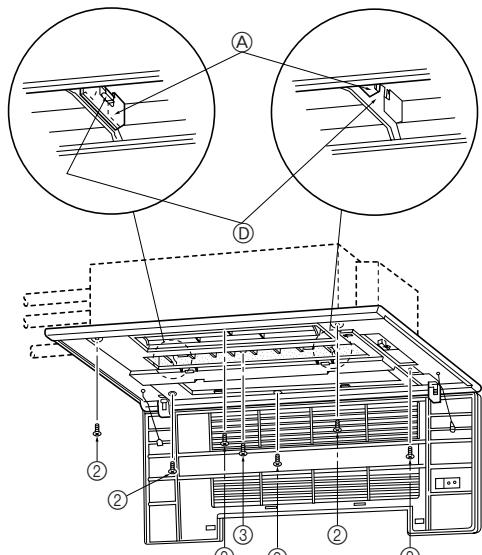
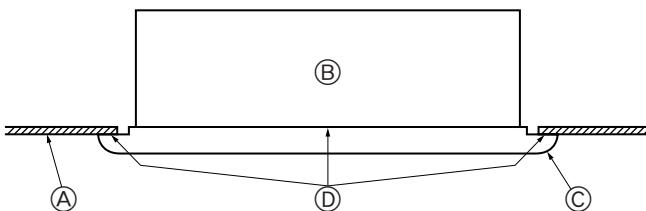

Fig. 5-5
Fig. 5-6
- Τακτοποιήστε το εμπρόσθιο καπάκι έτσι ώστε να προσαρμοζεί κατάλληλα στη γωνία ανάμεσα στην οροφή και στον τοίχο και τοποθετήστε τα μπουλόνια στερέωσης ② (προμηθεύονται με τη γρίλια) στις τέσσερις θέσεις αριστερά και δεξιά, αφήνοντάς τα λίγο χαλαρά. (Fig. 5-5)
- Στη συνέχεια σφίξτε τα μπουλόνια στερέωσης ② και τις σχετικές βίδες ③ στα τρία κεντρικά σημεία.
- Τέλος σφίξτε τα μπουλόνια στερέωσης ② στα τέσσερα σημεία δεξιά και αριστερά.
- Στο σημείο αυτό βεβαιωθείτε ότι δεν υπάρχουν διάκενα ανάμεσα στην εσωτερική μονάδα και στο εμπρόσθιο καπάκι καθώς και ανάμεσα στο εμπρόσθιο καπάκι και στην επιφάνεια της οροφής. Εάν υπάρχουν διάκενα, ο αέρας μπορεί να μπει μεσα και μπορεί να προκαλέσει το στάδιο νερού (Fig. 5-6).
* Σφίξτε τα μπουλόνια στερέωσης ② και τις σχετικές βίδες ③ καλά.